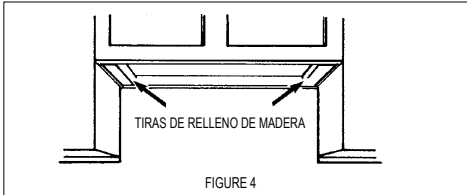

FIGURA 4
3. Si el fondo del armario está empotrado, se deben instalar bloques de madera para asegurar una alineación apropiada con el fondo del armario. Los bloques de madera deben estar a ras o empotrados de 1/16" a 1/8" dentro de la parte inferior del armario como se indica en la FIGURA 4.